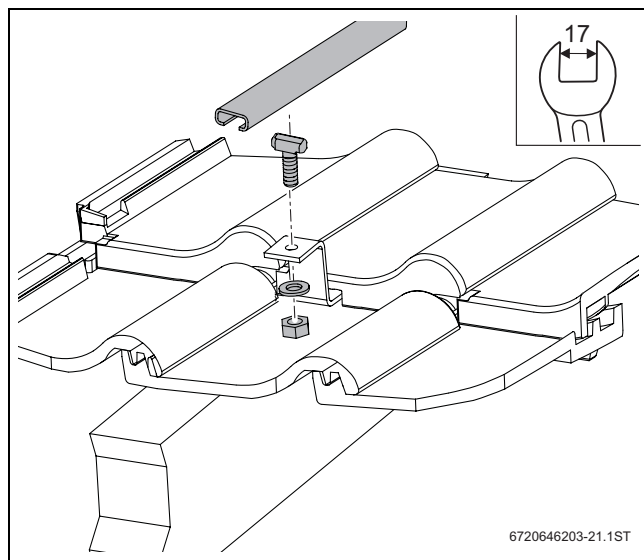

Fig. 27 Montar los raíles en el gancho de sujeción
- Colocar los raíles superiores e inferiores sobre el gancho de sujeción y atornillar con los tornillos con cabeza de martillo (→ fig. 27). Utilizar llave SW17.